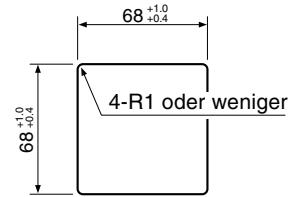

Abb. 2
- Eine Öffnung in den angegebenen Abmessungen ausschneiden (Abb. 2).